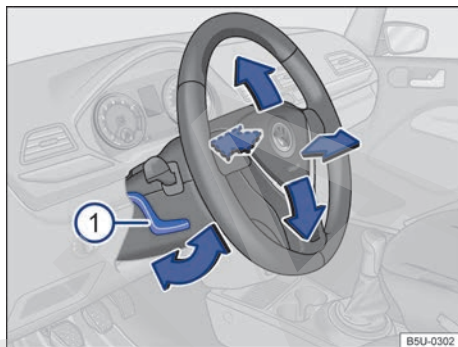

Fig. 67 Ajustar la posición del volante.
- Empujar la palanca → fig. 67 (1) hacia abajo y colocar el volante en la posición deseada.